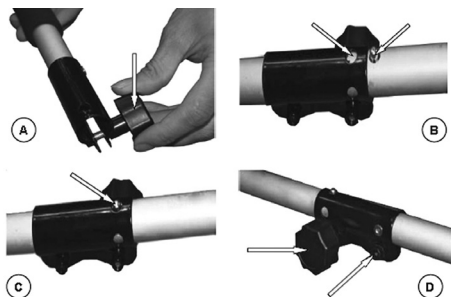

Рис. 5. Установка нижней штанги
4. Установите нижнюю штангу. Для этого выкрутите на соединительной муфте винт с барашковой головкой на несколько оборотов (Рис. 5А). Установите нижнюю штангу в соединительную муфту. Совместите защелку на штанге с отверстием в муфте (Рис. 5В). Зафиксируйте защелку в отверстии муфты (Рис. 5С). Закрутите винт с барашковой головкой (Рис. 5Д).